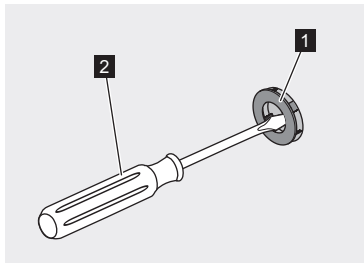

Fig. 17: Abdeckclip abhebeln
3. Abdeckclip (Fig. 17/1) mit einem kleinen Schlitzschraubendreher (Fig. 17/2) abhebeln. Der Abdeckclip kann nicht wiederverwendet werden, sondern muss erneuert werden.